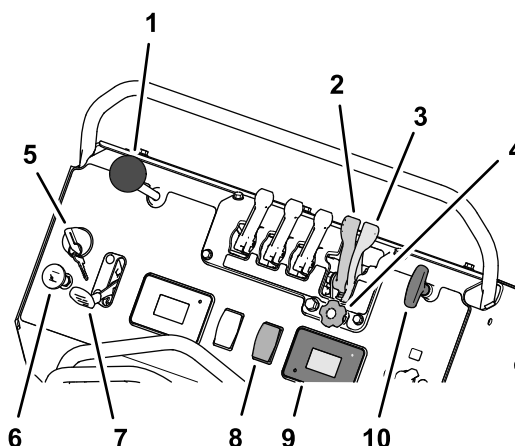

Figure 39
1. Démarrez le moteur et placez la commande d'accélérateur à mi-course, entre les positions BAS RÉGIME et HAUT RÉGIME (Figure 39).
2. Appuyez sur le haut de la commande de la turbine pour démarrer le moteur de la turbine (Figure 39).